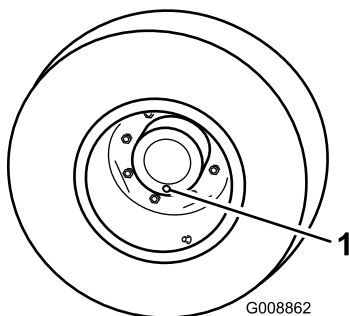

Figura 92
1. Con la máquina en una superficie nivelada, coloque una rueda de manera que uno de los tapones de verificación esté en la posición más baja (posición de las 6) (Figura 92).